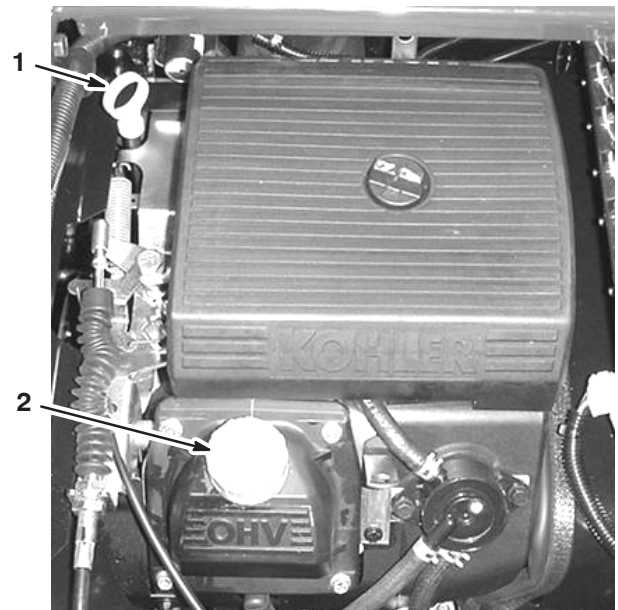

Bild 6
2. Nehmen Sie den Peilstab heraus und wischen Sie ihn mit einem sauberen Lappen ab (Bild 6). Stecken Sie den Peilstab in das Rohr und stellen Sie sicher, dass er vollständig eingeführt ist. Nehmen Sie den Peilstab heraus und prüfen Sie den Ölstand.
3. Nehmen Sie bei niedrigem Ölstand den Fülldeckel von der Ventilabdeckung (Bild 6) ab und gießen Sie so viel Öl ein, dass der Ölstand die „Voll“-Marke am Peilstab erreicht; siehe „Wechseln des Motoröls“ auf Seite 37 für die korrekte Ölsorte und -viskosität. Gießen Sie Öl langsam ein und prüfen Sie den Ölstand häufiger während des Füllens. **Füllen Sie nicht zu viel ein.**